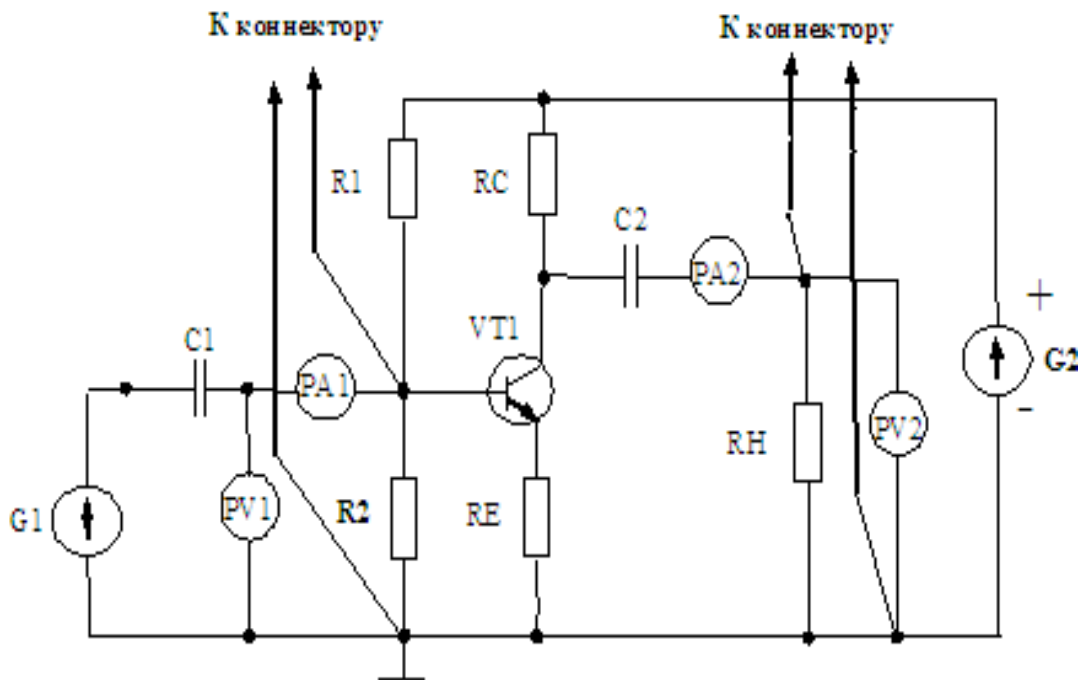

Рисунок 11.2 - Исследование усилительного каскада на биполярном транзисторе по схеме с общим эмиттером
11.2.1 Вычертить схему усилительного каскада с общим эмиттером, на биполярном транзисторе типа n-p-n (рисунок 11.2) и описать назначение ее элементов.
11.2.3 Для исследования усилительного каскада на биполярном транзисторе по схеме с общим эмиттером собрать схему (рисунок 11.2), используя выбранные элементы (таблица 11.1). Здесь: G1 – генератор напряжений специальной формы; G2 – генератор постоянных напряжений 220 В/15В.